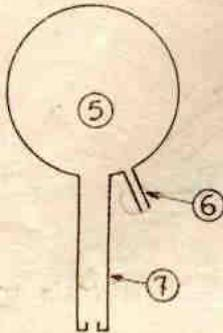

FIG. 22.
La dépression était facile à obtenir. Examinez le réservoir (5) (fig. 22) muni de deux tubes d'inégales longueurs (6 et 7). Ce réservoir étant dans cette position, rempli, et les deux tubes ouverts, il est évident que le liquide va s'écouler par le plus long (7) et que l'air entrera par le plus court (6). Il y aura donc une dépression en (6) d'autant plus grande que le tube (7) sera plus long.